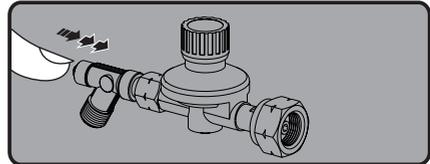

Abb. 3b: Schlauchbruchsicherungs-Knopf betätigen
4. Drücken Sie einmal den Knopf der Schlauchbruchsicherung. Dieser befindet sich an der Seite des Druckreglers (siehe Abb. 3b)